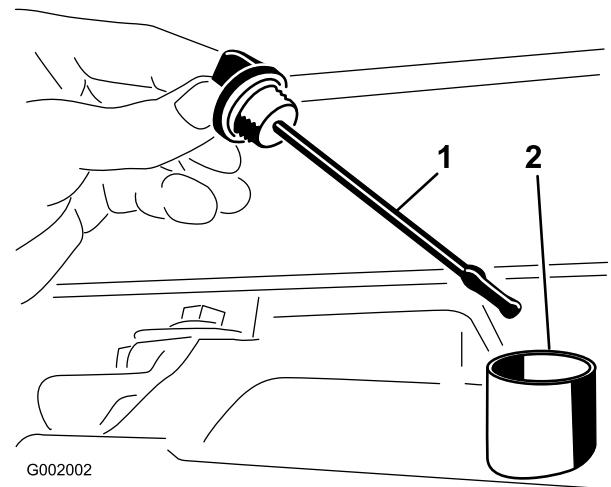

Figura 67
2. Retire la varilla del transeje y límpiela con un paño limpio (Figura 67).